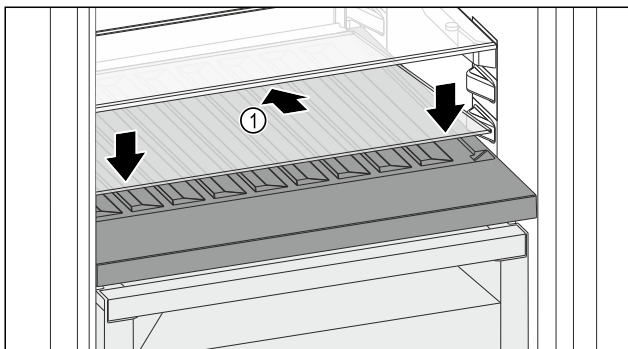

Fig. 163
- ▶ Pielieciet stikla plauktu Fig. 163 (1) slīpi un noliektu uz aizmuguri lejā.
- ▶ Nolaidiet stikla plaukta Fig. 163 (1) priekšpusi.